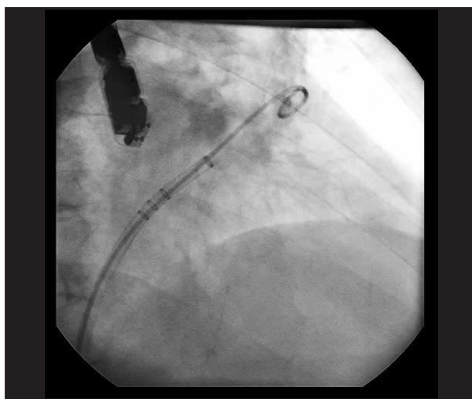

Figure 1. Gaine d'accès WATCHMAN et cathéter en queue de cochon
- D. Faire avancer avec précaution le cathéter en queue de cochon par la gaine d'accès dans l'appendice auriculaire gauche distal sous contrôle fluoroscopique (Figure 1). Faire avancer la gaine d'accès sur le cathéter en queue de cochon jusqu'à ce que sa position dans l'appendice auriculaire gauche soit atteinte, conformément au Mode d'emploi du dispositif de fermeture de l'appendice auriculaire gauche WATCHMAN. Retirer lentement le cathéter en queue de cochon.